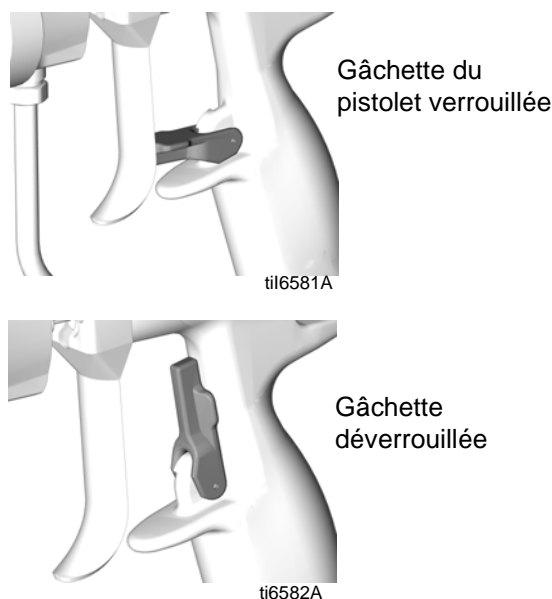

FIG. 3. Verrouillage de la gâchette
Voir FIG. 3. Verrouillez toujours la gâchette du pistolet à chaque arrêt de la pulvérisation pour empêcher toute pulvérisation intempestive en cas d'appui accidentel sur la gâchette, de chute ou de heurt du pistolet.
1. Voir FIG. 3. Verrouillez la gâchette du pistolet. Enlevez le garde-buse et la buse du pistolet. Consultez le manuel du pistolet.